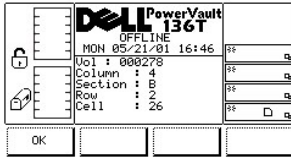

Figure 20. Status > Library > Media Selection > Dialogue Media Details
- 1 Si la touche de fonction **Select** est enfoncée, les détails du champ actif s'affichent. Reportez-vous à la Figure 20.